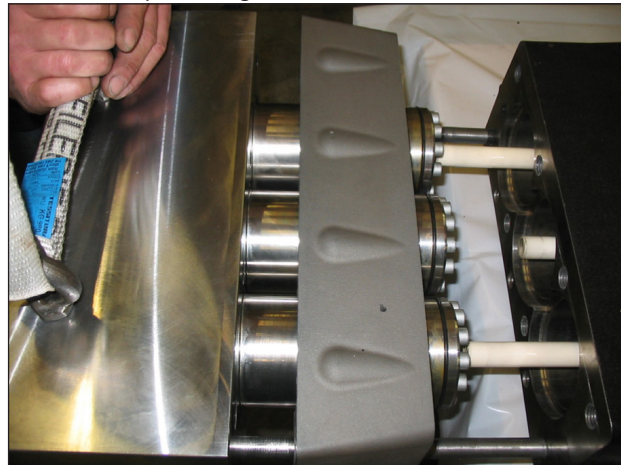

Fig. 109
Desmontar la cabeza y el distanciador de las camisas del cárter de la bomba (pos. ①, Fig. 109).